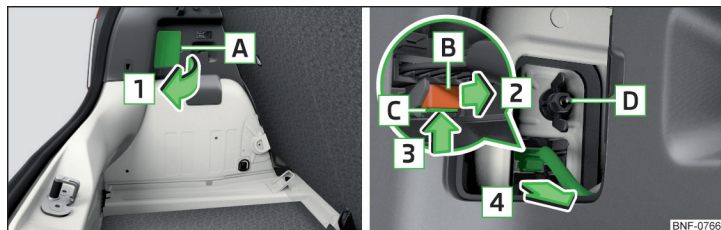

Fig. 181 Afmontering af lygte / Sådan trækkes stikket af.
- › Klap afdækningen op i pilens retning » Fig. 181 i området .
- › Skru kunststofmøtrikken » Fig. 181 på, og spænd den fast.